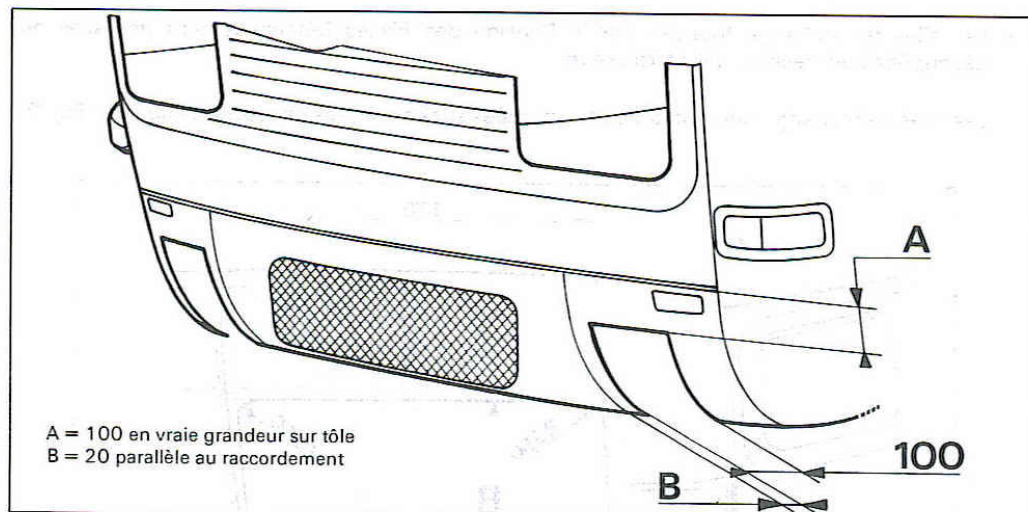

Fig. 4
- Effectuer sur le bavolet AV 1 + 1 découpes (Fig. 4).